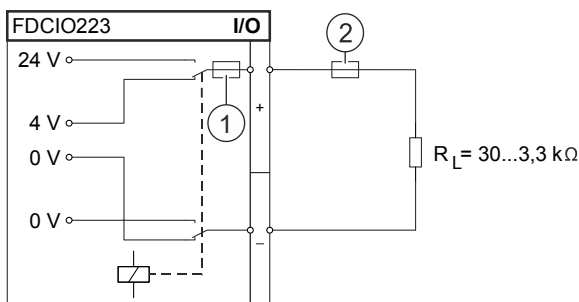

Fig. 8
- Fig. 8 Control line featuring identical-polarity monitoring
- Fig. 8 Línea de mando con monitorización de la misma polaridad
- Fig. 8 Steuerlinie mit gleichpolarer Überwachung
- Fig. 8 Linea di comando con monitoraggio caratterizzato dalla stessa polarità
- Fig. 8 Ligne de commande avec surveillance homopolaire